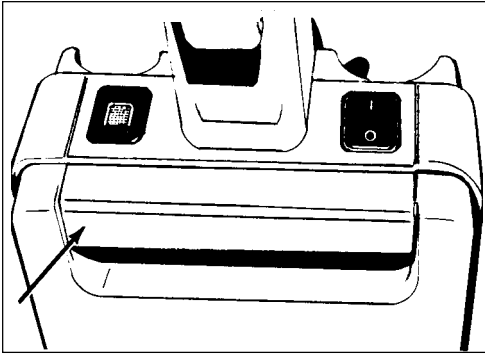

Figure 15
2. Open the front of the tank housing. To open the tank housing, press the tank release bar. See figure 15.
2. Ouvrez l'avant du réservoir d'aspiration. Pour ce faire, appuyez sur la barrette d'ouverture du réservoir. Voir figure 15.